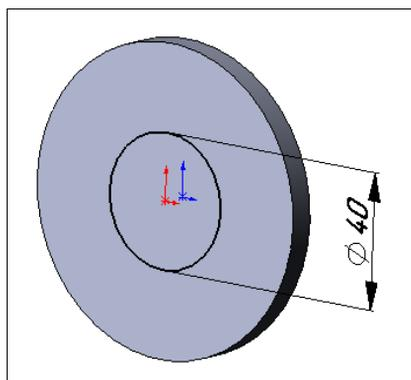

Рис. 2.40
4. Выберем одну из плоских поверхностей сконструированного диска, войдем в эскиз и нарисуем окружность диаметром 40 мм (рис. 2.40).